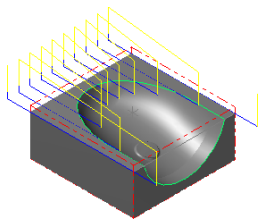
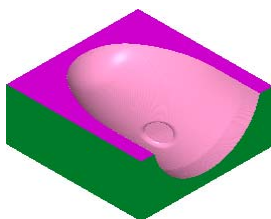

图 13.22 刀具路径
图 13.23 仿真结果图
(1) 设置曲面参数。在“曲面精加工平行铣削”对话框中单击 **曲面参数** 选项卡, 在 **加工面** 文本框输入 0.0。
(2) 设置精加工平行铣削参数。在“曲面精加工平行铣削”对话框中单击 **精加工平行铣削参数** 选项卡。然后在 **大切屑间距 (M)** 文本框中输入值 10.0; 在 **切削方式** 下拉列表中选择 **单向** 选项; 在 **加工角度** 文本框中输入值 0.0。
(3) 单击 **间隙设置 (G)...** 按钮, 在系统弹出的“刀具路径的间隙设置”对话框的 **切线的长度** 文本框中输入 20.0。单击 **✓** 按钮, 系统返回至“曲面精加工平行铣削”对话框。
Step7. 单击“曲面精加工平行铣削”对话框中的 **✓** 按钮, 同时在图形区生成图 13.22 所示的刀具路径。
(1) 在 **刀具路径** 选项卡中单击 **✓** 按钮, 然后单击 **验证** 按钮, 系统弹出“验证”对话框。
(2) 在“验证”对话框中单击 **▶** 按钮。系统将开始进行实体切削仿真, 结果如图 13.23 所示。单击 **✓** 按钮关闭“验证”对话框。